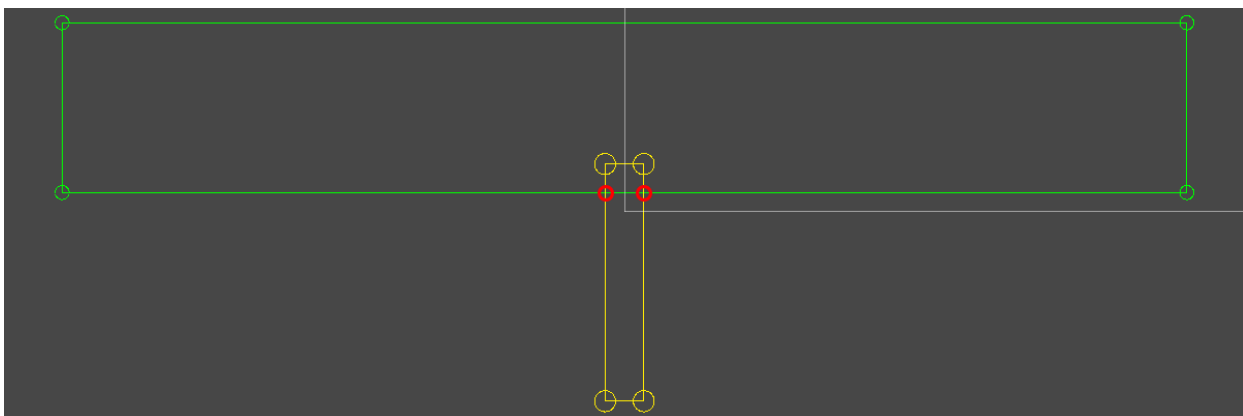
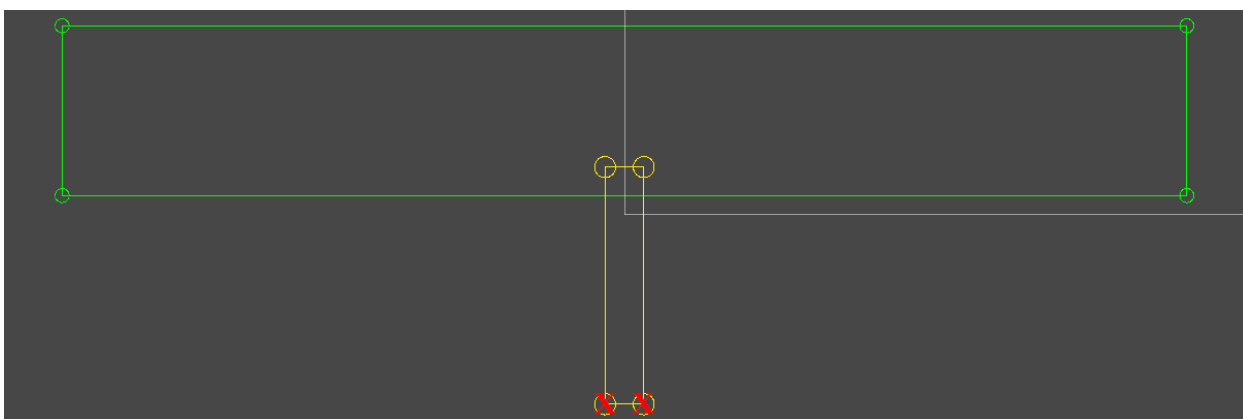
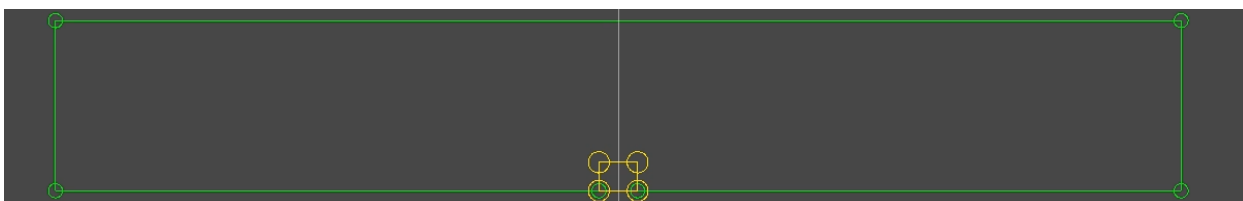

Рисунок 9
Рисунок 10
Рисунок 11
- 3) Изменение контуров. Для обоих контуров нужно добавить точки пересечения между контурами, при добавлении нельзя нарушать порядок обхода контура (Рисунок 9). После того как добавили точки нужно удалить из контура бруска точки (кроме точек, лежащих на линиях контура инструмента) которые попали внутрь контура инструмента. И теперь удаляем точки из контура инструмента которые не попали внутрь контура бруска (не измененный контур бруска) или лежат на его линиях. Удаление – рисунок 10. Получаем в результате рисунок 11. В коде это класс «Wood», метод «_cut».